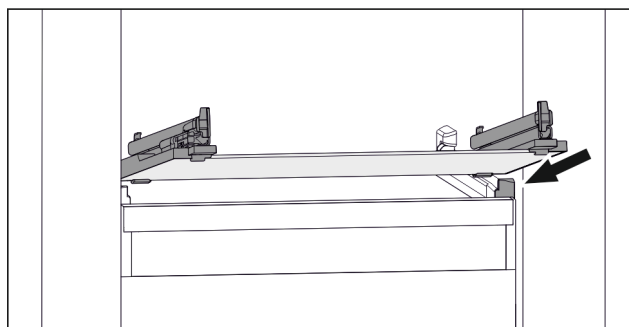

Fig. 46 Príklad zobrazenia sklenenej dosky
- Nasadte sklenenú dosku šikmo za zarážkami. (pozri Fig. 46)